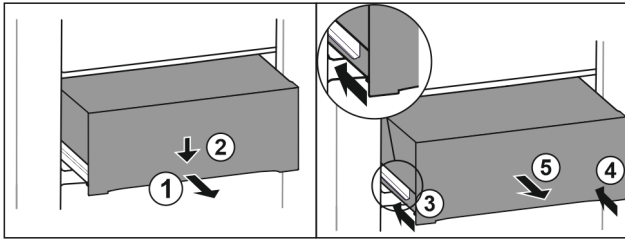

Fig. 93
- ▶ Витягніть ящик на половину. Fig. 93 (1)
- ▶ Спрямуйте висувний ящик вниз спереду. Fig. 93 (2)
- ▶ Вставте ліву рейку приблизно на 2 см. Fig. 93 (3)
- ▶ Вставте праву рейку приблизно на 2 см. Fig. 93 (4)
- ▶ Вийняти висувний ящик рухом вперед. Fig. 93 (5)